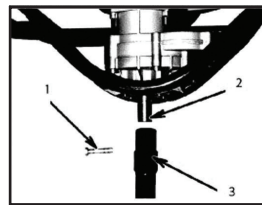

Рис.1
См.рис.1. Установите выходной вал (2) в отверстие шнека (3) и закрепите его, используя подходящую шпильку (1).